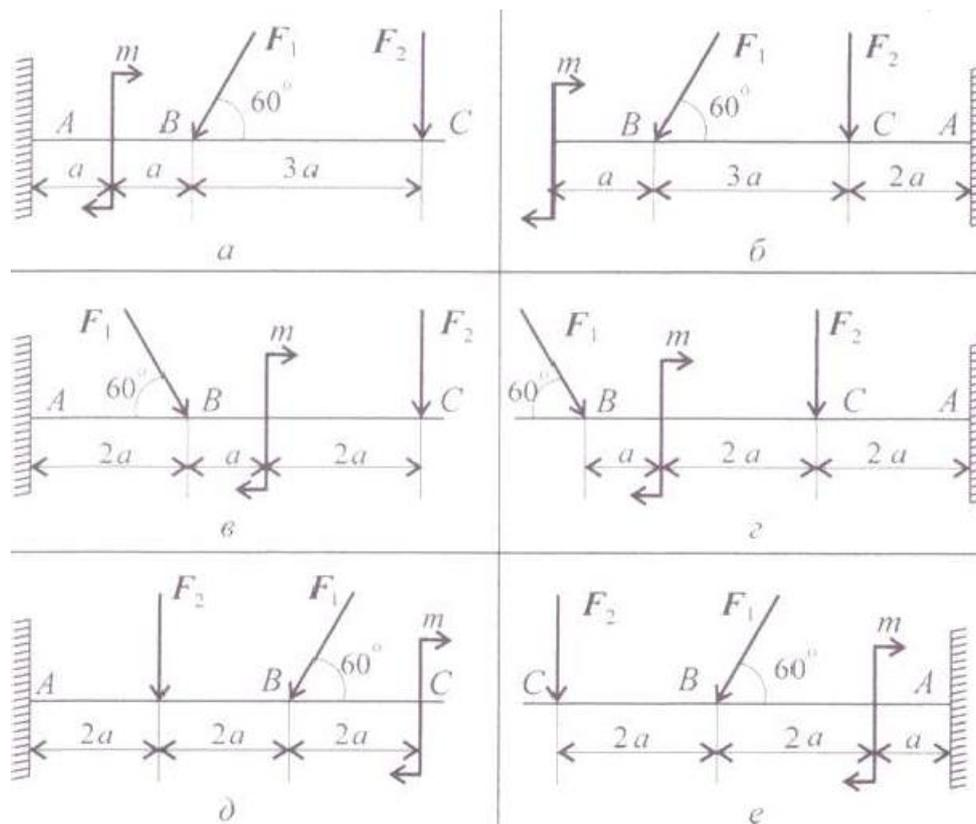

Рисунок 4.3 - Исходные схемы
- ознакомиться с исходными данными, таблица 4.1, рис. 4.3;